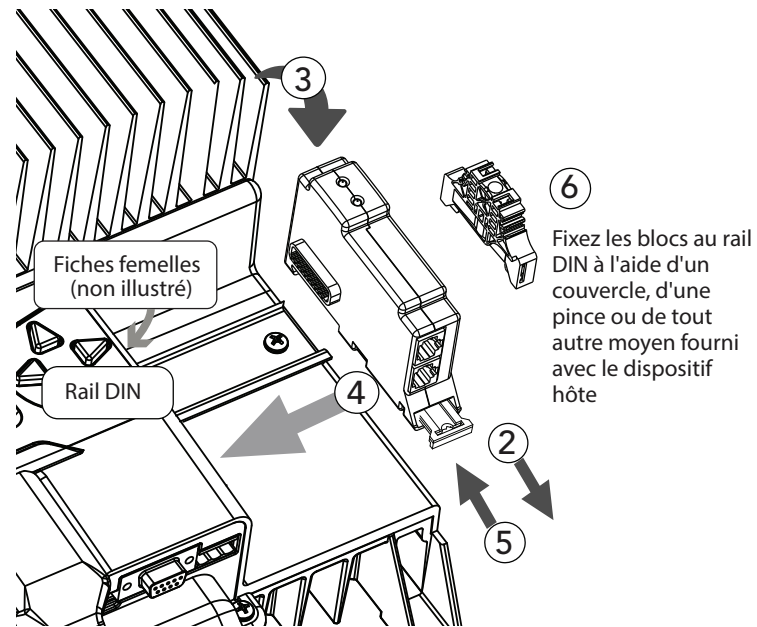

Figure 3-1. Montage du bloc BMS sur le dispositif hôte
Les Ready Blocks (ReadyShunt, ReadyRelay, ReadyBMS) de Morningstar sont montés sur rail DIN et disposent de connecteurs modulaires à 20 broches de chaque côté du bloc. Le connecteur mâle de gauche s'accouple à la carte de commande du dispositif hôte, tandis que le connecteur femelle de droite peut être accouplé à un autre ReadyBlock (configuration en guirlande - voir la figure 3-1 ci-dessous). Chaque ReadyBlock prend l'une des (3) positions sur le Rail DIN GenStar - celui le plus à gauche étant la Position 1.
**Pour installer un ReadyBMS** (voir figure 3-1 ci-dessous) :